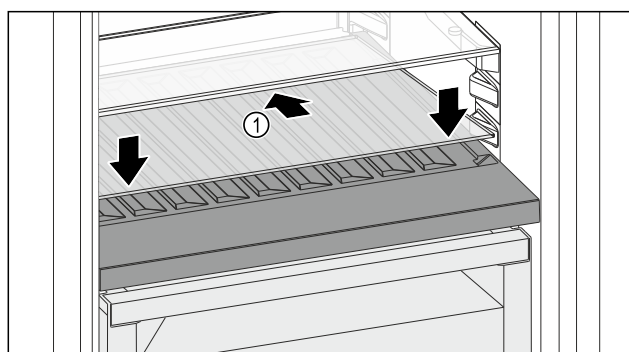

Fig. 99
- Ustawić płytę szklaną Fig. 99 (1) pod ukosem, nachyloną do tyłu w dół.
- Opuścić płytę szklaną Fig. 99 (1) z przodu.